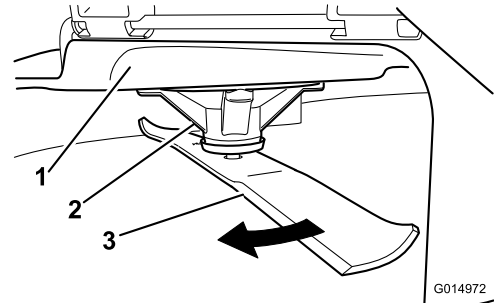

Bild 70
2. Tragen Sie dicke Handschuhe oder andere angemessene Handschuhe und drehen Sie das Messer langsam in eine Stellung, in der das Messen des Abstands zwischen der Schnittkante und der ebenen Fläche der Maschine möglich ist (**Bild 70**).